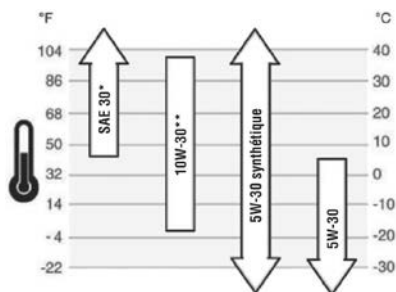

Fig. 3
4. L'huile SAE 10W-30 est recommandée pour un usage général à toutes les températures. D'autres viscosités figurant dans le tableau peuvent être utilisées lorsque la température moyenne dans votre région est dans la plage indiquée (fig. 3).